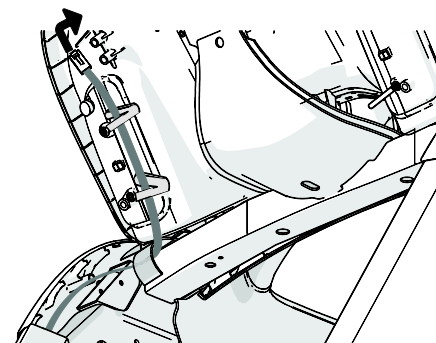

Рисунок 3
7. Пропустите кабель передачи данных, как показано, зафиксировав его каждым из трех кабельных зажимов (см. рис. 3). Убедитесь, что кабель дотягивается до верхнего правого угла консоли.